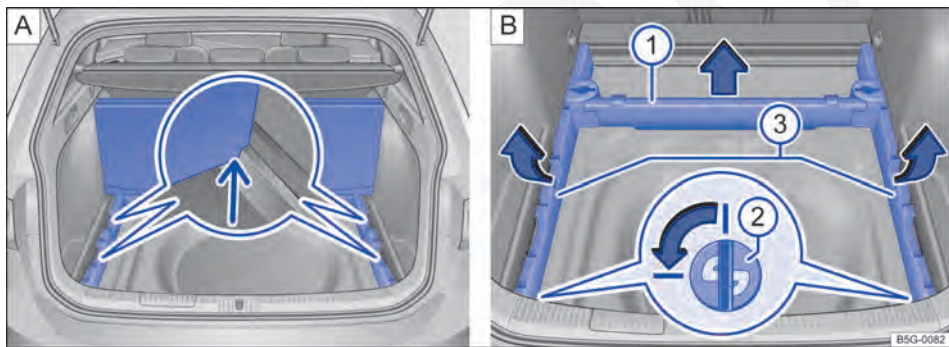

Fig. 108 No compartimento de bagagem: **A** assoalho do compartimento de bagagem levantado, **B** remover os suportes do assoalho do compartimento de bagagem.
- Travar os cantos externos do segmento traseiro do assoalho do compartimento de bagagem nos ressalto do suporte ⇒ Fig. 108 [A] (lupa, seta).
- Retirar o suporte dianteiro do assoalho do compartimento de bagagem ⇒ Fig. 108 [B] ① no sentido da seta para cima e guardar fora do compartimento de bagagem.
- Para destravar, girar ambos os suportes de encaixe ⇒ Fig. 108 [B] ② (lupa) em um quarto de giro (90°) no sentido da seta e retirar para cima.
- Levantar ambos os suportes laterais do assoalho do compartimento de bagagem ⇒ Fig. 108 [B] ③ na área traseira no sentido da seta e retirar para trás dos alojamentos dianteiros.
- Guardar com segurando os suportes do assoalho do compartimento de bagagem removidos ⇒ Fig. 108 [B] ①, ③ e os suportes de encaixe ⇒ Fig. 108 [B] ②.